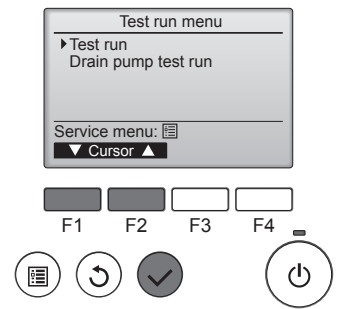

Fig. 7-2
- ② Selezionare l'opzione "Test run" (Prova di funzionamento) dal relativo menu, quindi premere il pulsante [SCEGLI]. (Fig. 7-2)
- ③ Viene avviata la prova di funzionamento e viene visualizzato il relativo schermo.